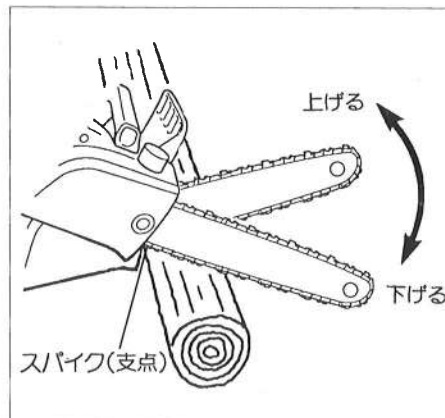

図15
- ④切断材料が大きいときは、スパイクを支点にテコの運動をさせながら切断してください。(図15参照)